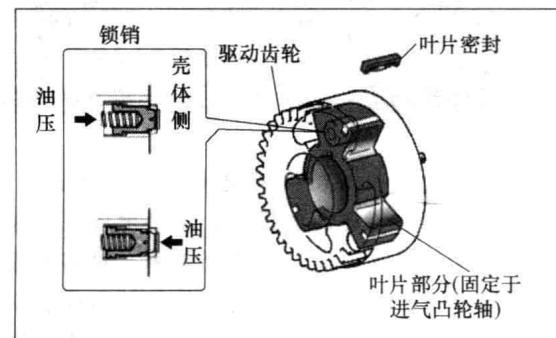

图 1-2 叶片式控制器
(1) 叶片式 由外壳、叶片和锁销组件构成，见图 1-2。外壳内均布有三个扇形齿槽，外圆上加工有正时链轮，由曲轴通过正时链条驱动。叶片与凸轮轴装配在一起，其上均布有三个扇形齿，叶片齿的宽度小于壳体内圆上